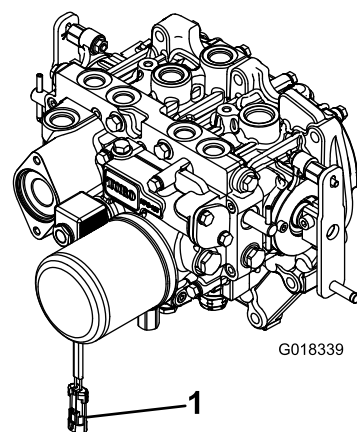

Figura 3
2. Para evitar o engate accidental da embraiagem da tomada de força, desligue o conector eléctrico da cablagem do conector da bobina do solenóide da tomada de força (Figura 3).
8. Depois da outra extremidade do veio propulsor estar ligado ao veio da caixa de engrenagens do acessório, ligue o conector eléctrico da cablagem ao conector da bobina da válvula de solenóide da tomada de força (Figura 3).